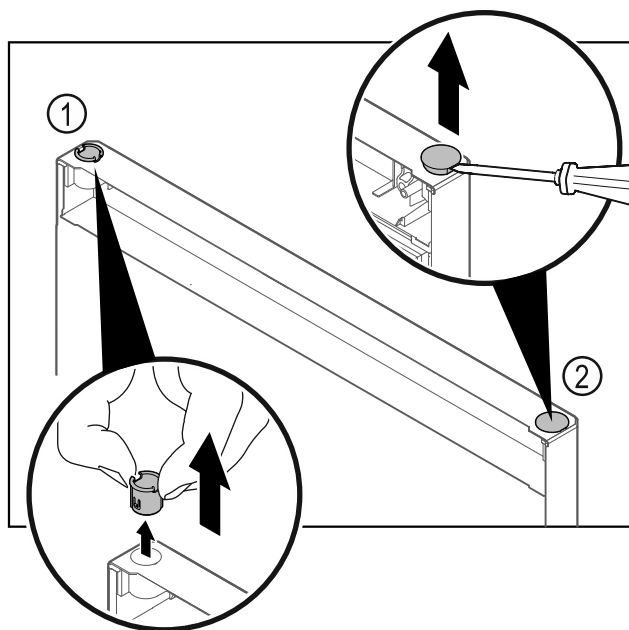

Fig. 21
- Extrageți bușa balamalei Fig. 21 (1) cu degetele.
- Ridicați dopul de acoperire Fig. 21 (2) cu precauție cu o șurubelniță dreaptă și extrageți-l.